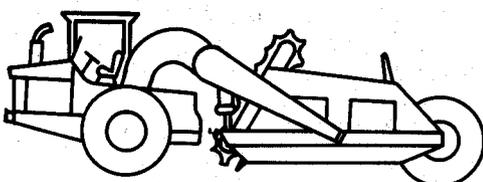

**Figure 5 – Deux essieux**
5.1.3.1 Deux essieux (voir figure 5)